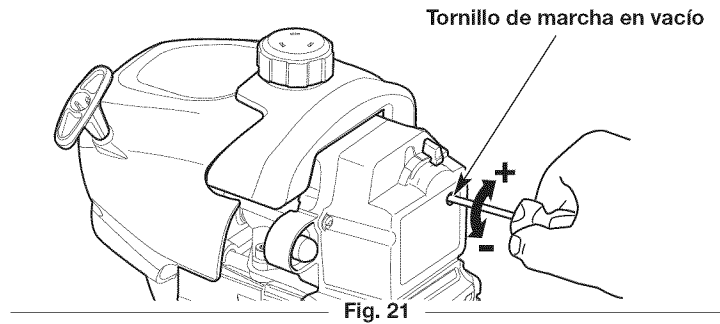

Fig. 21
2. Suelte el control del regulador y deje que el motor trabaje en vacío. Si el motor se apaga, use un destornillador pequeño Phillips para girar el tornillo de marcha en vacío en el sentido de las agujas del reloj, dándole 1/8 de vuelta cada vez (según sea necesario), hasta que el motor funcione en marcha en vacío sin inconvenientes (Fig. 21).